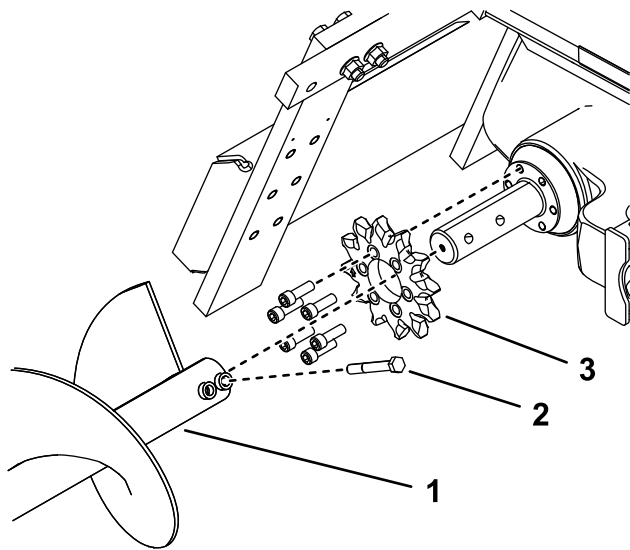

Figura 15
4. Togliete le lame della coclea (Figura 15).
9. Rimuovete i sei bulloni che fissano la ruota dentata di azionamento (Figura 15).
10. Togliete la ruota conduttrice e gettatela (Figura 15).
12. Fate scorrere la nuova ruota sull'albero come illustrato nella (Figura 15).
13. Inserite saldamente i sei bulloni nella ruota (Figura 15).